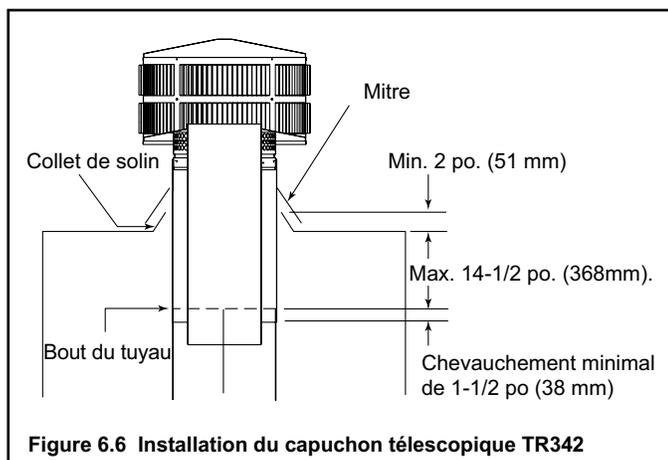

Figure 6.6 Installation du capuchon télescopique TR342
- Dans les installations qui utilisent le capuchon rond télescopique TR342, la section la plus élevée de la cheminée doit se trouver au-dessous du haut du dessus de l'enchâssure, mais pas plus que 14 1/2 po. (368 mm) au-dessous du haut du dessus de l'enchâssure. La cheminée et le capuchon doivent se chevaucher d'au moins 1-1/2 po. (38 mm). Voyez Figure 6.6.